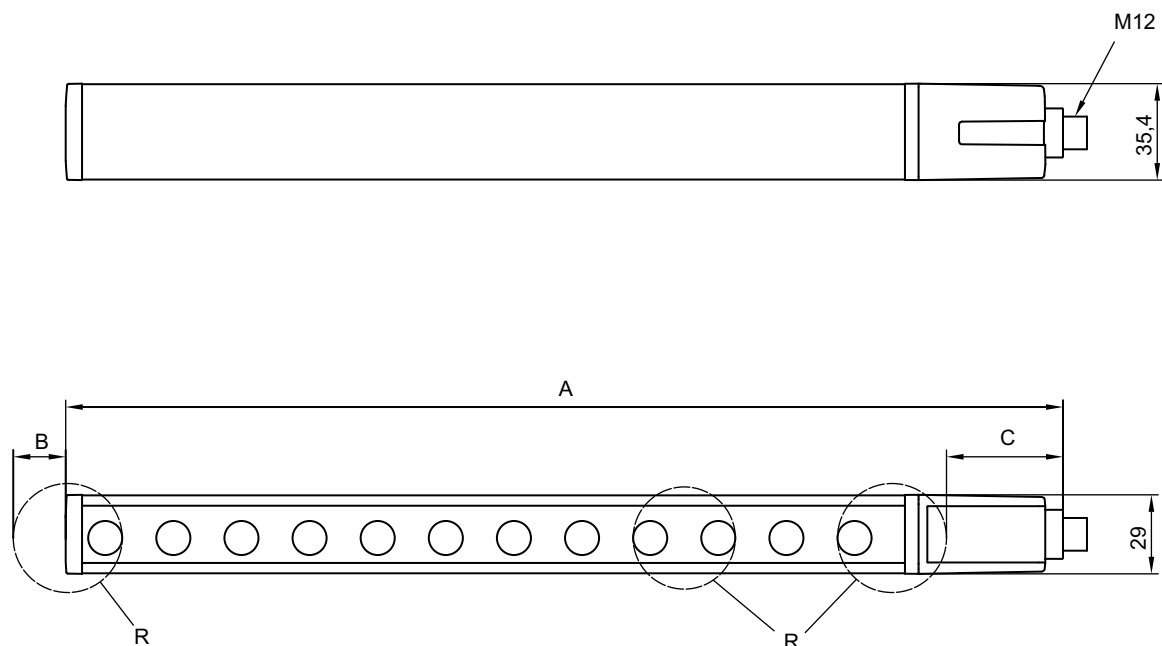

Figure 14.1: Dimensions de l'émetteur et du récepteur
Dimensions	voir figure 14.1 et voir tableau 14.7
b) Hauteur totale, voir figure 14.1